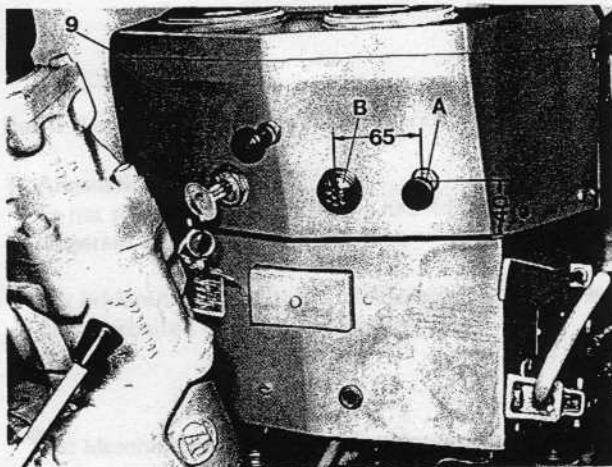

Abb. 3
6. Haube hinten Oberteil (9 Abb. 3) abbauen und Traktormeterwelle abschrauben und Batterie abklemmen.
8. Bohrung $\varnothing 11$ für Glühanschalterschalter nach Abb. 3 anreißen, bohren und entgraten.